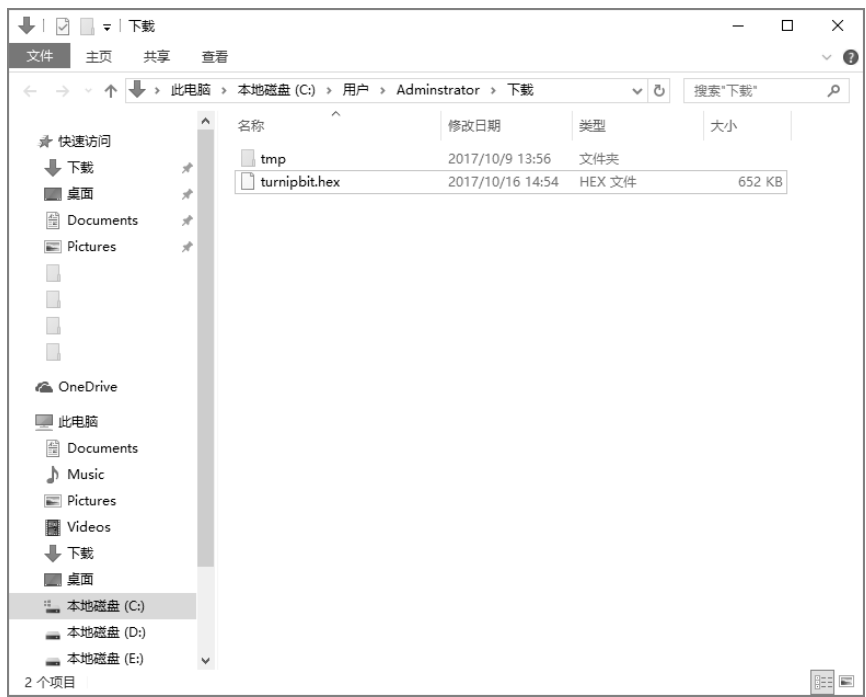

图 2-9 保存 HEX 文件
③ 保持程序名 TurnipBit 不变，点击“下载 hex”按钮将程序保存到电脑中，如图 2-9 所示。